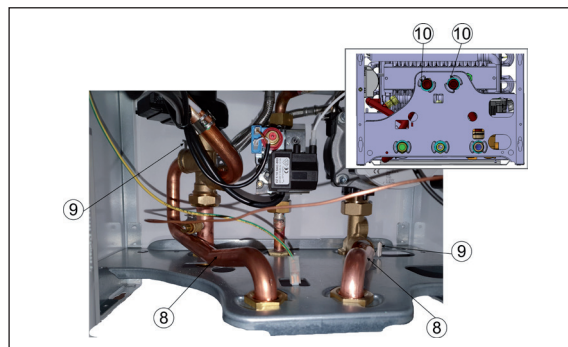
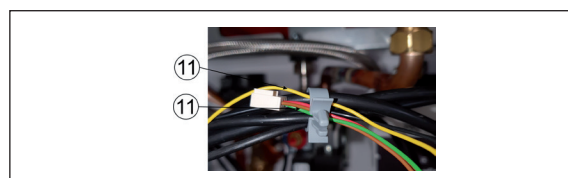

Bild 6
Bild 7
- Einbauen der beiden Verrohrungen (8) (Bild 6)
- Wieder Einstecken der beiden Verrohrungsclips (9) am 3 Wegeventil und am Rücklaufblock
- Wieder Einbauen der beiden Halbmondringe (10) an der Unterseite
- die beiden Elektrostecker mit dem Befestigungsclip des Kabelbaums befestigen(11) (diese beiden Stecker werden nicht mehr benötigt) (Bild 7)